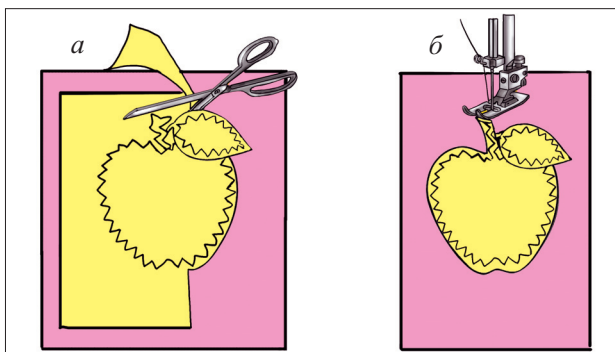

Рис. 2. Выполнение аппликации: а – срезание ткани по контурам; б – прокладывание строчки с лицевой стороны
5. Срезают аппликационную ткань по краям с лицевой стороны близко к строчке (рис. 2, а). Затем еще раз прокладывают плотную зигзагообразную строчку четко по контуру рисунка с лицевой стороны (рис. 2, б).